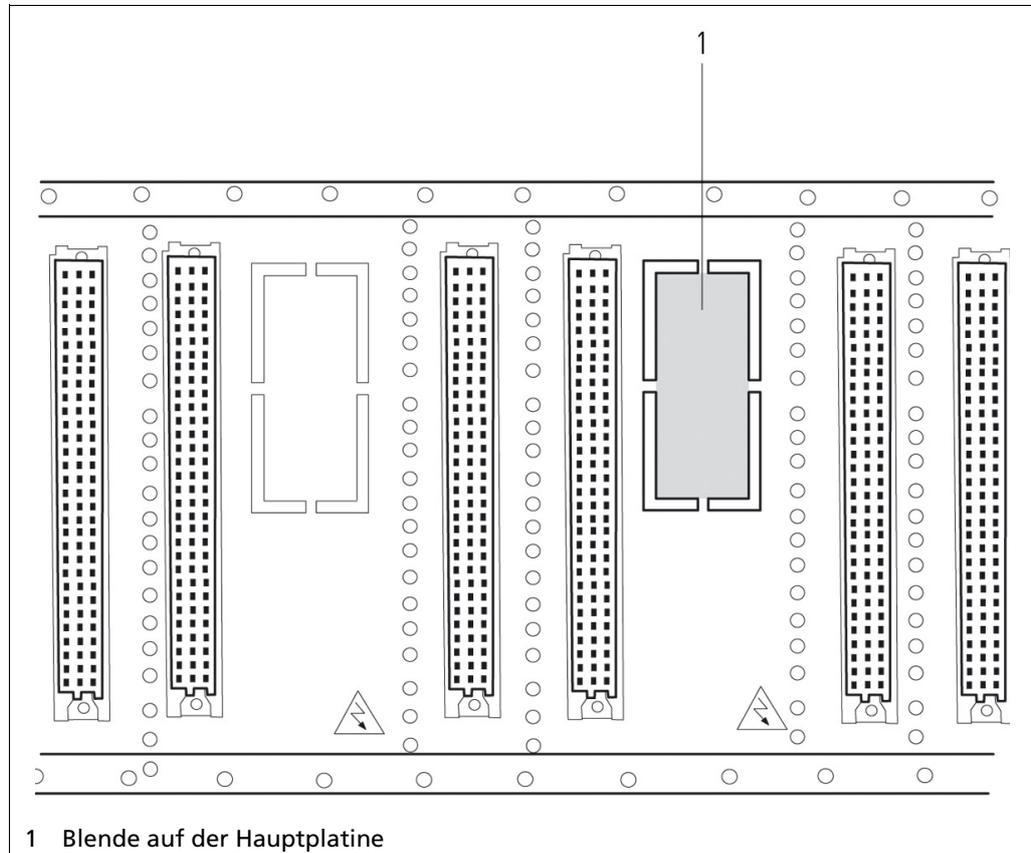

Abb. 81 AWE LB 452, Hauptplatine
6. Ziehen Sie vorsichtig an der Sicherung (Abb. 81, Pos. 1) bis der obere Teil vollständig entfernt ist.
7. Entfernen Sie die Plastikabdeckung von den Sicherungen (Abb. 81, Pos. 2).